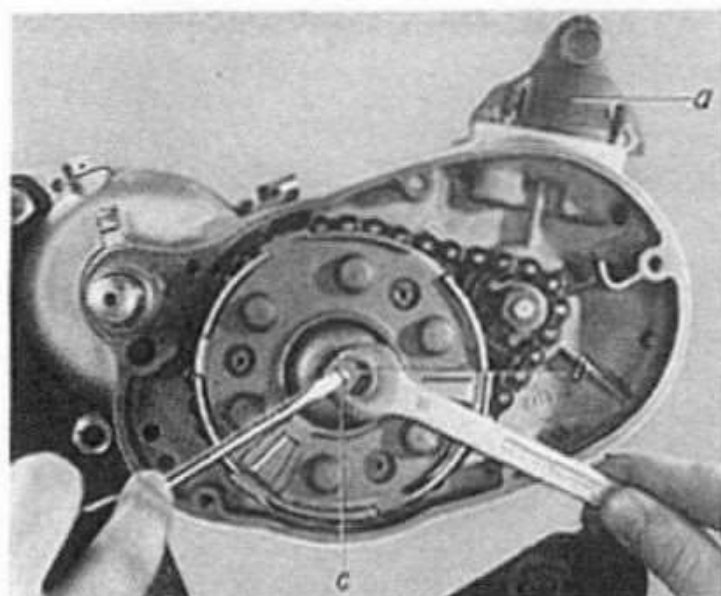

Bild 22
3.8 Antrieb und Kupplung zerlegen. Gehäusedeckel-Kupplungsseite mit Abildichtung abschrauben (5 Schrauben M 6). Pleuelhalter (a) aufsetzen, Gegenmutter (b) mit Einstellschraube (c) ganz heraus-schrauben. (Bild 22)